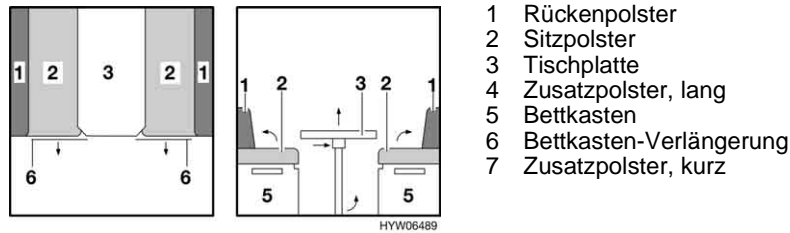

Bild 107 Vor dem Umbau
- Tischplatte (Bild 107,3) vorn leicht anheben.
- Die beiden Sitzpolster (Bild 107,2) aufstellen.
- Das rechte Rückenpolster (Bild 107,1) beiseite legen.